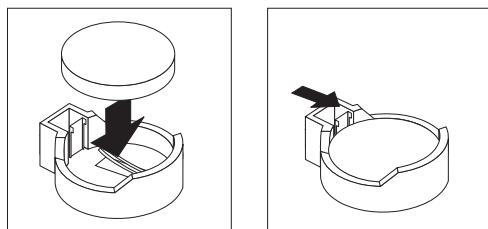

图 51. 插入新电池
- b. 将电池向下按入电池座，直到电池“咔嗒”一声滑到电池夹下为止，如图 51 所示。